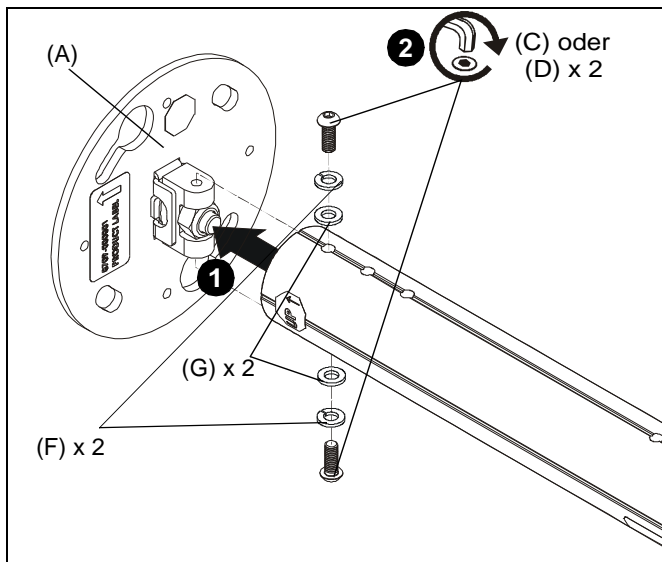

Abbildung 1
1. Platzieren Sie die Ausziehsäule (nicht mitgeliefert) auf dem CPA116-Stiftverbinder (A) und richten Sie die Bohrungen auf dem Rohr an den Bohrungen im Stift aus. (Siehe Abb. 1)
2. Verwenden Sie zwei M6 x 16-mm-Halbrundkopfschrauben (C) oder zwei M6 x 16-mm (5/8")-Halbrundkopf-Sicherheitsschrauben (D), zwei M6-Sicherungsscheiben (F) und zwei M6-Unterlegscheiben (G), um die Ausziehsäule an dem Stiftverbinder zu fixieren. (Siehe Abb. 1)